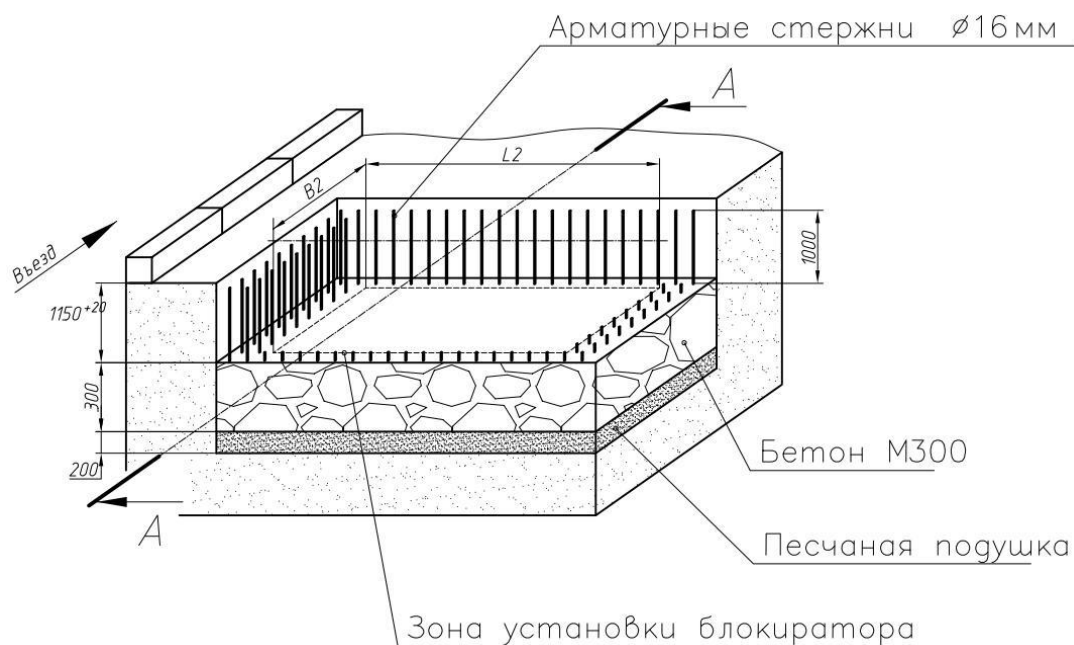

Рисунок 4.1
- 4.1.9 Выложить армирующую сетку слоями, перевязанными между собой с шагом 100 мм (2 слоя при толщине бетона 300мм). Вне зоны установки блокиратора "выпустить" вертикальные стержни арматуры на высоту 1000мм над уровнем бетонного основания (рис. 4.1).